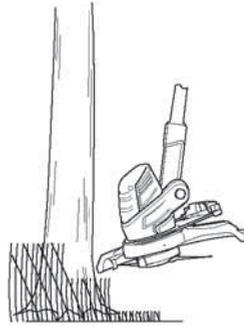

Fig. 31
- > Manœuvrez délicatement l'appareil autour des objets (arbres, buissons etc.), en vous assurant qu'il n'entre pas en contact avec eux. Utilisez l'étrier afin d'empêcher tout contact de la lame avec des plantes fragiles (Fig. 31).